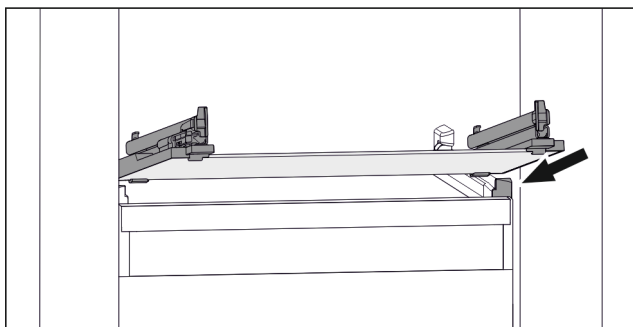

Fig. 63 Przykładowa prezentacja płyty szklanej
- ▶ Założyć płytę szklaną pod skosem za stoperami. (patrz Fig. 63)